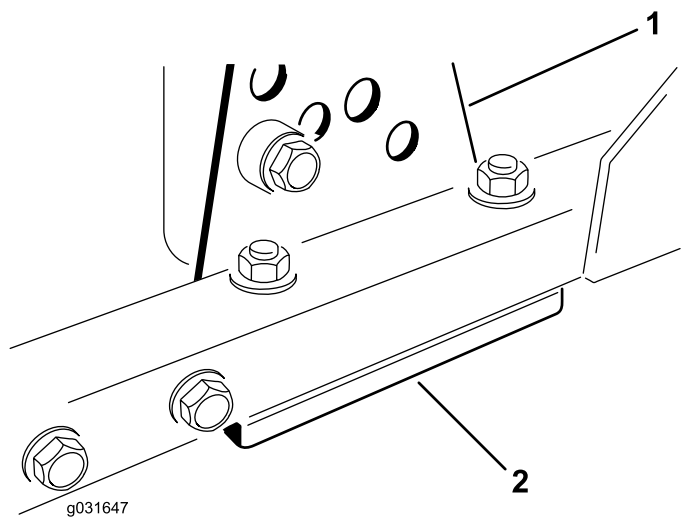

图 72
1. 从滚刀组架上拆除剪草高度支架前、左或右 图 72。
- 在滚刀组架与剪草高度支架之间增、减 1.5mm 薄垫片和/或 0.7mm 薄垫片以达到所需的剪草高度设置图 72。
- 安装剪草高度支架到滚刀组架剩余薄垫片集中放到剪草高度支架的下方图 72。